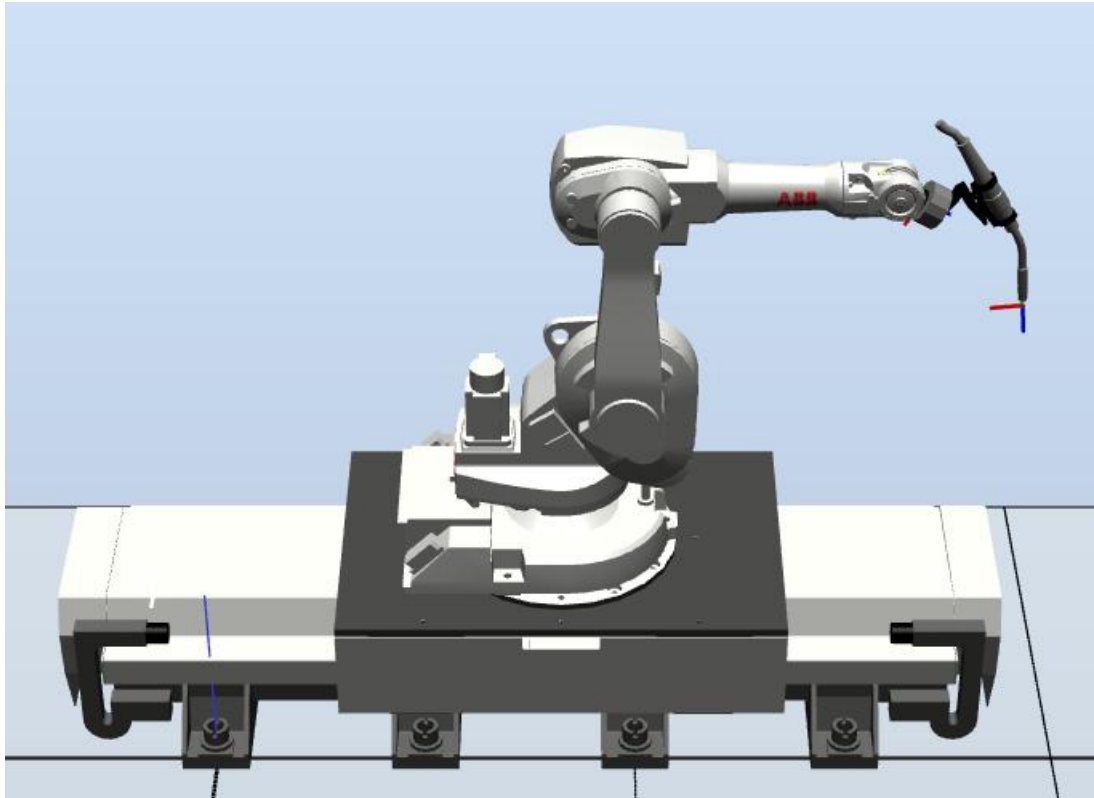

图 1-1 焊接机器人及导轨
- (1) 双击进入 Robot Studio，双击“空工作站”，创建空工作站。
- (2) 在“基本”选项卡中单击“ABB 模型库”，选择“IRB 1600”，选择“容量：6kg，到达：1.2m”，点击确定。
- (3) 在“基本”选项卡中单击“ABB 模型库”，下拉菜单，在“导轨”一栏中选择导轨模型“IRBT2005”，在弹出的“IRBT 2005”界面中，默认选项不变，点击确定。
- (4) 在“基本”选项卡中单击“导入模型库”，在“设备——工具”中选择“AW_Gun_PSF_25”。
- (5) 在左侧“布局”一栏中选择工具“AW_Gun_PSF_25”，将其拖到“IRB1600_6_120_02”机器人中，在“是否更新 AW_Gun_PSF_25 的位置”框中选择“是”。再将机器人“IRB1600”拖到轨道“IRBT2005”中，选择更新机器人的位置，在“是否机器人与导轨进行同步”中选择“是”。完成后如图 1-1 所示。